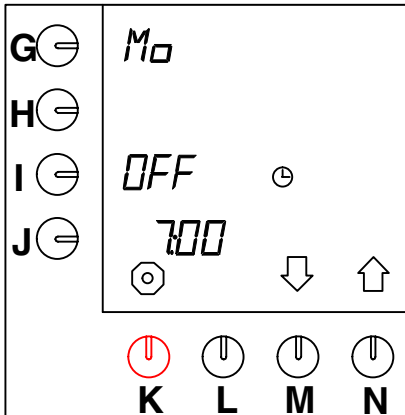

Abb. 43 Vorheizen des Behälters
- Im Display erscheint "AuS" in der Position neben der Programmier Taste (I.) (Abb.43 ).